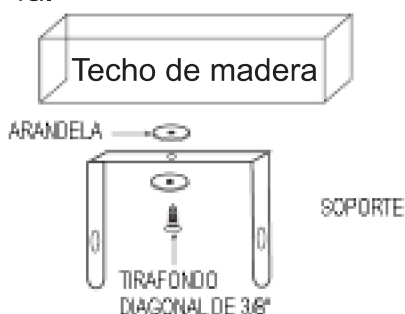

Figura 4a. Montaje de un solo tornillo
Consulte las figura 4a y 4b.
NOTA: Si desea que el calefactor gire hacia la derecha o hacia la izquierda, se recomienda agregar una arandela a ambos lados del soporte. Es posible que se necesite un tirafondo más largo para sujetar la unidad correctamente. Consulte la figura 4a.
1. Para girar la unidad, cuando esta se ha instalado con un solo tirafondo (como se muestra en la figura 4a), simplemente gire todo el calefactor según sea necesario. La unidad no se puede girar en sentido horizontal si se instaló con 2 tirafondos.